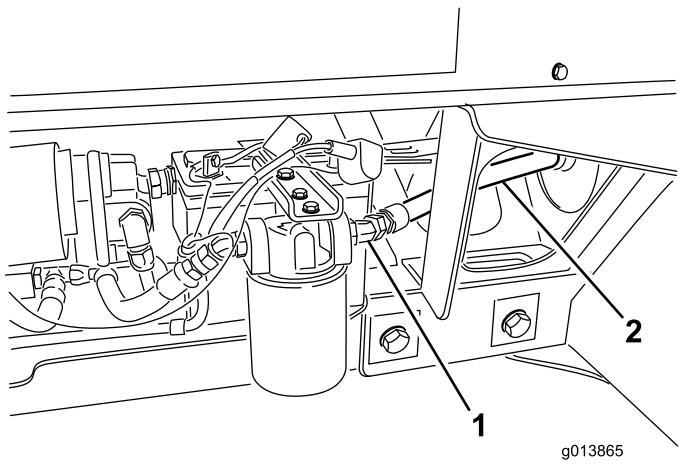

図 11
37. 油圧ホース #3 をフィルタの出口に接続する図 11。